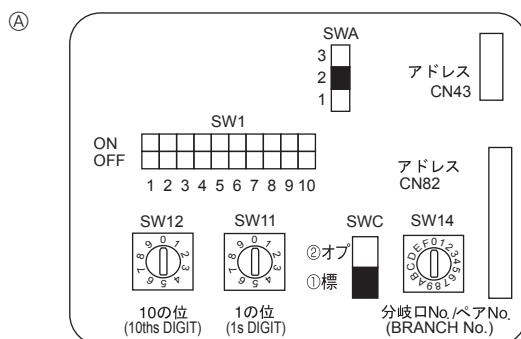

Fig. 6-6
6.4. Configuración de las direcciones (Fig. 6-6)
6.5. Ajuste del interruptor según la altura del techo (Fig. 6-6)
6.6. Captar la temperatura de la sala con el sensor incorporado en el mando a distancia (Fig. 6-6)